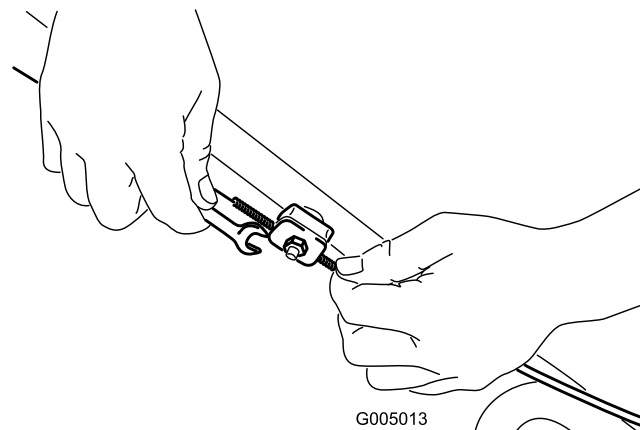

Рисунок 32
1. Ослабьте гайку держателя троса (Рисунок 32).